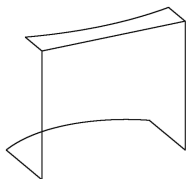

图 11-3 绘制圆弧
(3) 单击“默认”选项卡“绘图”面板中的“圆弧”按钮，用三点法绘制两段圆弧，坐标值分别为[(150,0,0)、(200,150)、(150,300)]和[(70,0,260)、(50,150)、(70,300)]，绘制结果如图 11-3 所示。